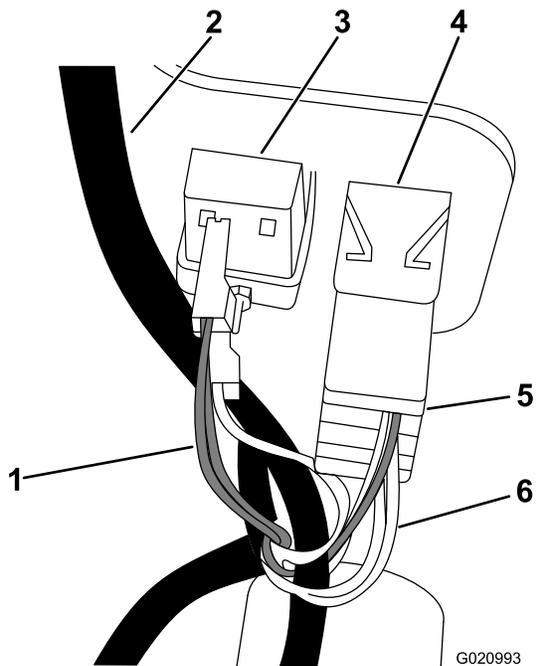

Bild 3
2. Schließen Sie den Kabelanschluss an den Lichtschalter an (Bild 3).
3. Stecken Sie das weiße Kabel in den Anschluss Nr. 1 und das grüne Kabel in den Anschluss Nr. 2 am Betriebsstundenzähler (Bild 3).